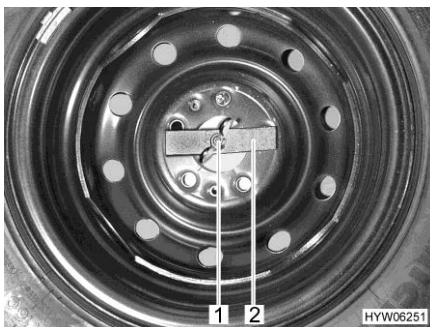

Fig. 236 Ruota di scorta nel gavone di coda
- Svitare manualmente il dado ad alette (Fig. 236,1) e rimuoverlo.
- Rimuovere la barretta di compressione (Fig. 236,2).